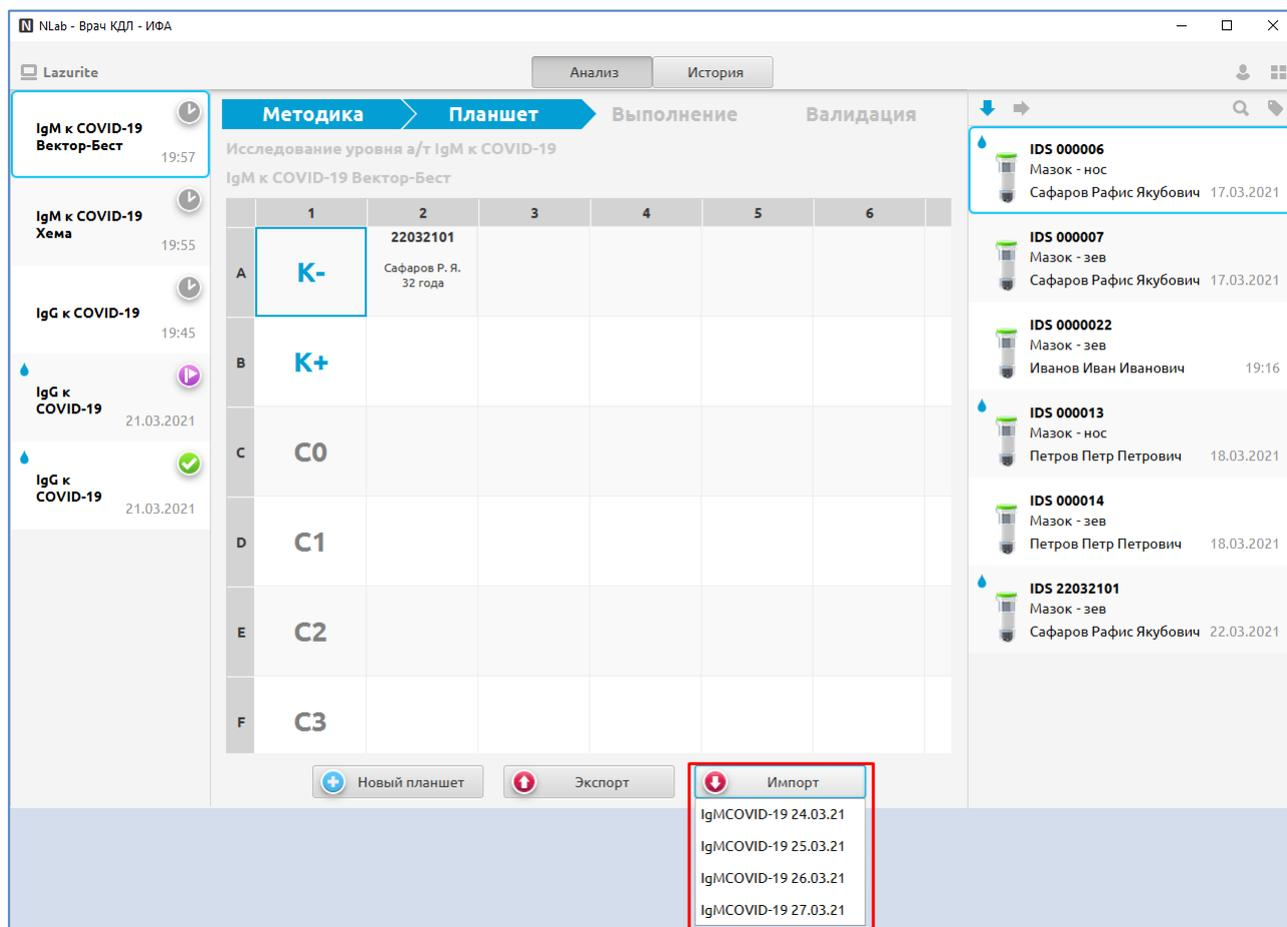

Рис. 90
7. Нажмите кнопку «Импорт», отображатся доступные наборы результатов, полученные от прибора. Одинарным щелчком выберите набор данных (Рис. 90).